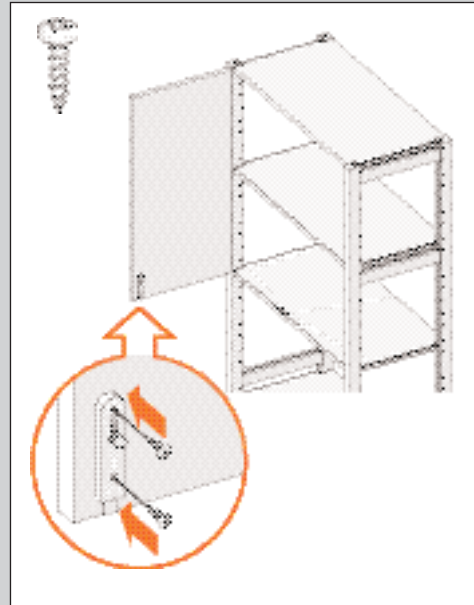

ABBILDUNG 20
1. Schrauben Sie den Riegel mit den beiden Schrauben in die vorgebohrten Löcher der linken Tür ein (siehe Abb. 20).